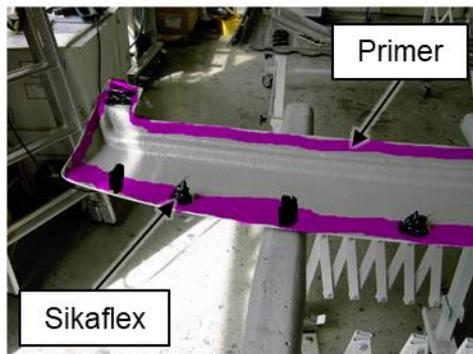

Abb. 4-1: Montage des Frontspoilers
- Geben Sie großzügige Kleckse Sikaflex auf den Verklebebereich des Frontspoilers über der Windschutzscheibe (s. Abb. 4-1).